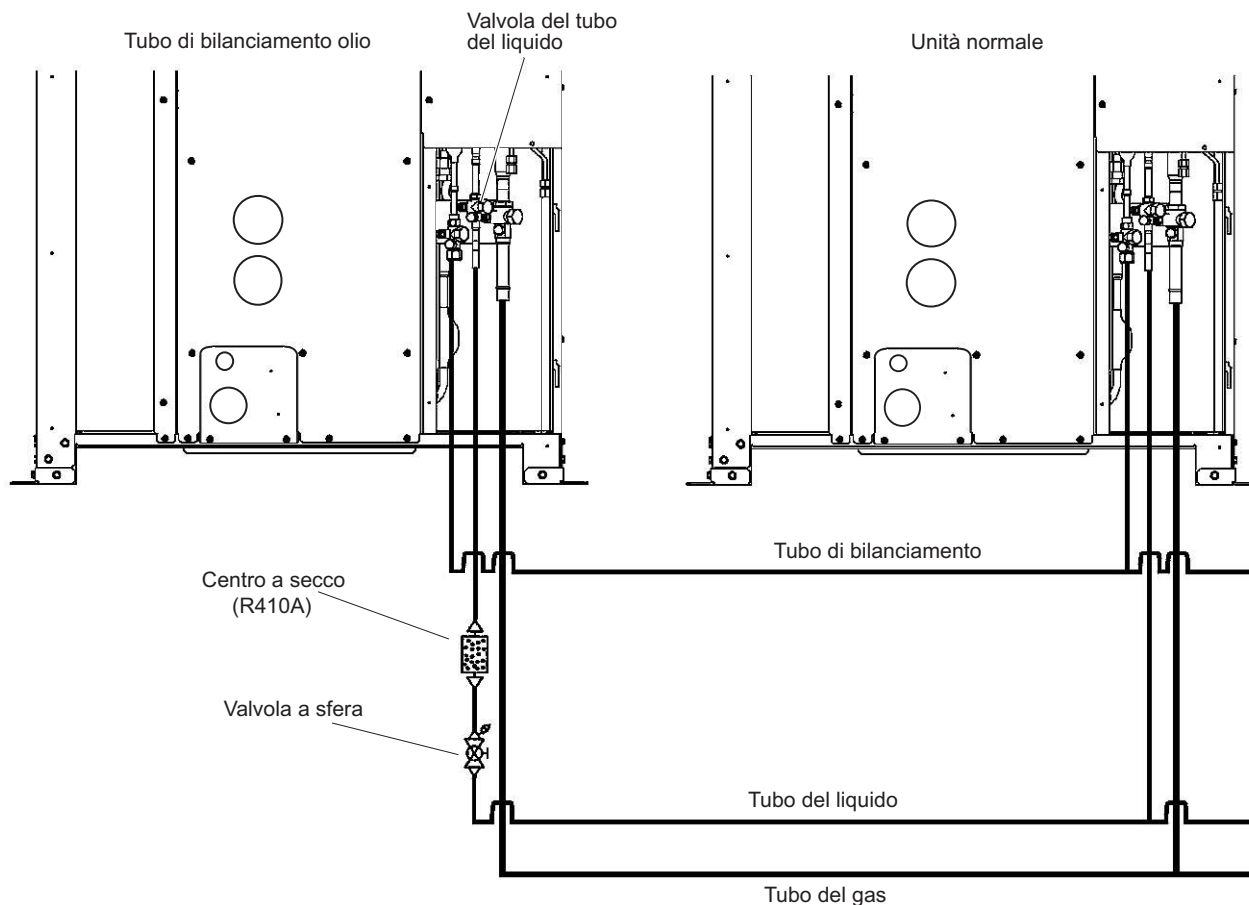

Fig. 21
- (5) Come mostrato nella Fig. 21 disconnettere il tubo che va dalla valvola del tubo del liquido alla valvola a sfera di tutte le unità esterne dove verranno connessi i centri a secco. Quindi collegare i centri a secco.
- (6) Pressurizzare tutte le unità esterne dove sono collegati i centri a secco con 2.5 MPa d'azoto erogati dall'uscita di servizio del tubo del liquido e verificare eventuali perdite.
- (7) Dopo aver scaricato tutto l'azoto dalla tubazione, applicare l'aspiratore dall'uscita di servizio del tubo del liquido a tutte le unità esterne dove sono annessi i centri a secco fino a che la pressione raggiunga il valore di 667 Pa (755 mm Hg, 5 Torr) od inferiore.
- (8) Aprire completamente la valvola del tubo del liquido e la valvola a sfera su tutte le unità esterne dove sono annessi i centri a secco.
- (9) Mettere in funzione tutte le unità esterne per circa 3 ore (in modalità Riscaldamento o Raffreddamento).
- (10) Seguire la procedura sopra riportata e sostituire tutti i centri a secco vecchi con altri nuovi.
- (11) Mettere in funzione tutte le unità esterne per circa 20 minuti (in modalità Riscaldamento o Raffreddamento).
- (12) Seguire le istruzioni descritte al punto "3. Scarico dell'olio del compressore" e scaricare una piccola quantità d'olio dai separatori dell'olio in tutte le unità esterne dove sono annessi i centri a secco. Verificare la fase di colore, l'odore ed altre caratteristiche.
- (13) Se i risultati mostrano che è ancora necessaria la pulizia con centro del cavo (per esempio si evidenzia una fase di colore 4.0 o più alta), tornare al punto 11 e ripetere fino ad ottenere risultati normali (che includano una fase di colore di 3.5 od inferiore).
- (1) Fare riferimento alla sezione "Procedure di recupero del refrigerante (2): per unità interna senza valvola a sfera" inclusi nella sezione "4-2. Procedure di recupero del refrigerante (Unità Interna)." Eseguire il pompaggio del refrigerante da tutte le unità interne e la tubazione interna al lato dell'unità esterna.
- (2) Tagliare il tubo del liquido di tutte le unità esterne dove saranno connessi i centri a secco, quindi annettere i centri a secco e le valvole a sfera come mostrato in Fig. 21.
- (3) Per quanto riguarda i passi seguenti fare riferimento ai punti (6) (19) nella sezione (A) della pagina precedente.